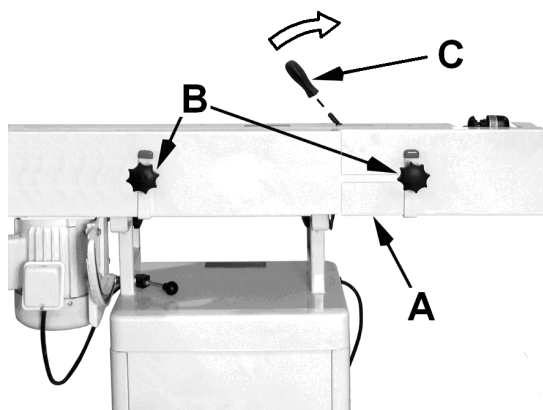

Fig 4
Retirer le carter de la bande (A, Fig 4) en dévissant les deux boutons (B).